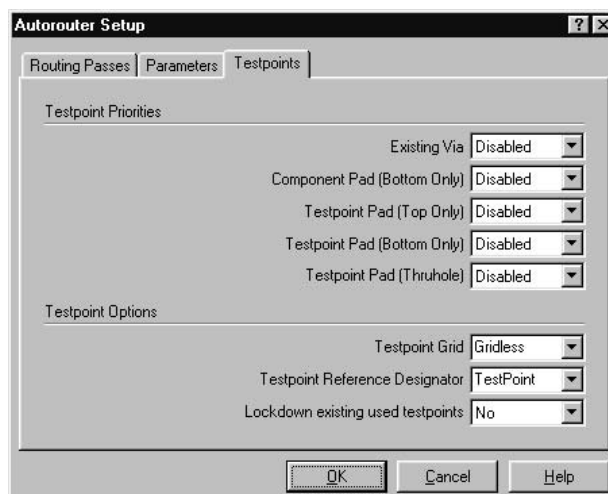

Рис.8.2.5
- На закладке **Testpoints** устанавливается приоритет размещения различных контрольных точек на ПП. Назначить режим запрета (рис.8.2.5).